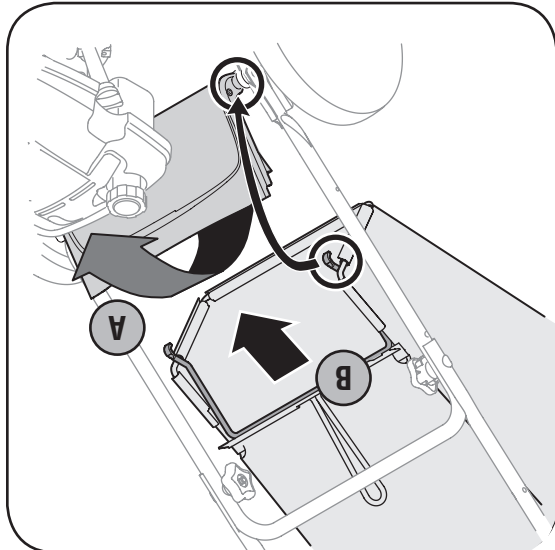

Figure 8
- a. Relevez le clapet d'éjection arrière de la tondeuse et placez le sac à herbe sur la tige de pivotement. Lâchez le clapet pour qu'il repose sur le sac à herbe. Voir la Figure 8.
- c. Sur les modèles équipés de roues arrière de 20 po de largeur, vérifiez que la rondelle à ressort se trouve sur l'intérieur de la roue, entre la roue et la tondeuse, le côté creux vers le support. Voir la Figure 8.